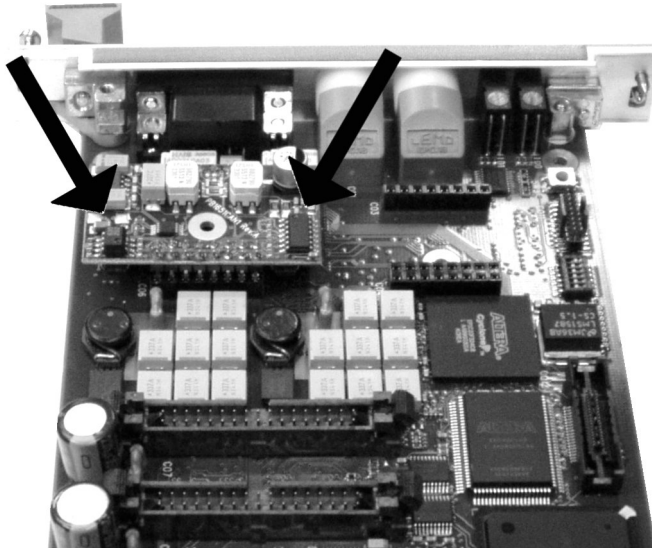

Abb. 5-4 Einsetzen der CAN-Transceiver
- Drücken Sie die Modulstecker in die Buchsenleisten, indem Sie abwechselnd links und rechts drücken (siehe Pfeile in Abb. 5-4).